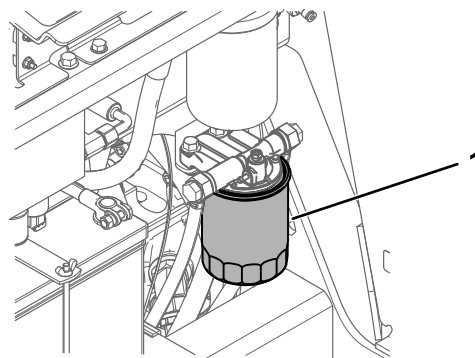

Figura 55
5. Coloque un recipiente limpio debajo del cartucho del filtro de combustible (Figura 55).